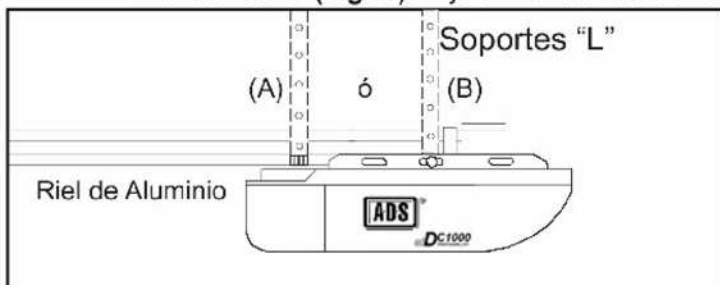

Fig.9
- **Riel de Aluminio (Fig.9):** Coloque las dos piezas de conexión para Soportes y asegúrese que el Riel esté a nivel, a continuación fije el Riel de Aluminio al techo con los Soportes y sujete el Abrepuertas de Garage. Compruebe que el Portón no toque ninguna parte del Riel, abriendo y cerrando el Portón de forma manual.